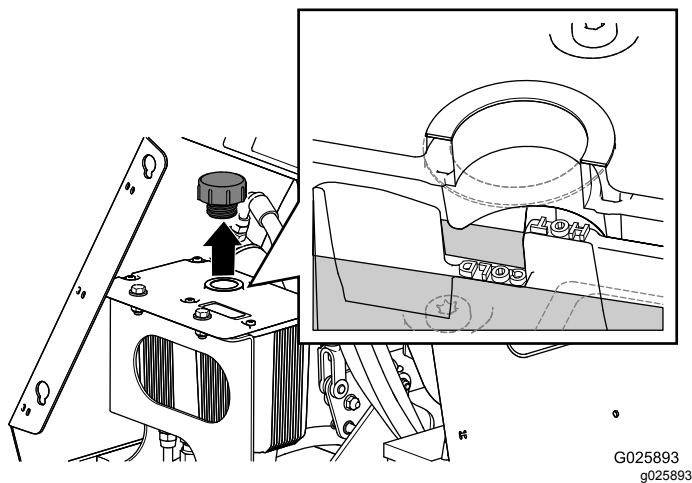

Figura 53
5. Limpie la zona alrededor del tapón del depósito hidráulico (Figura 53).
6. Retire el tapón y compruebe el nivel de fluido hidráulico del depósito (Figura 53).
7. Si es necesario, añada fluido hidráulico del tipo especificado al depósito hasta que el fluido cubra el nivel **Cold** en el tabique (Figura 53).
8. Vuelva a colocar el tapón del depósito de fluido hidráulico y apriételo hasta que quede firme (Figura 53).